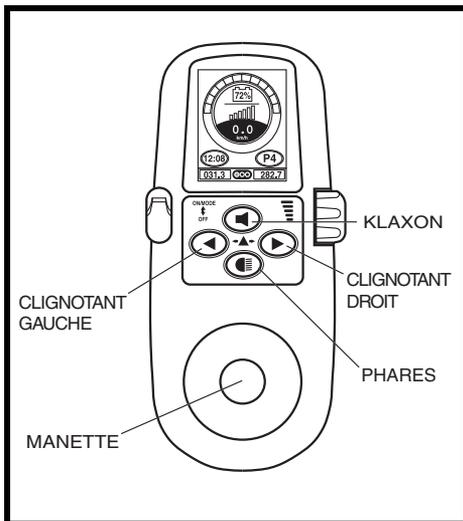

Figure 6. Contrôleur Q-Logic avec clavier lumineux
**NOTE:** Si votre contrôleur Q-Logic est équipé d'un système d'éclairage, le bouton «menu et les boutons de sélection «1 et 2» seront remplacés par un bouton de phare et par deux boutons (gauche et droit) de clignotant. Voir la figure 6.